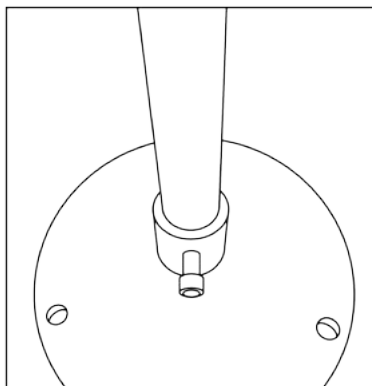

Рис. 2
2. Закрепите стойку в нижней опоре, при этом паз стойки должен совпадать с отверстием опоры. (Рис. 2)